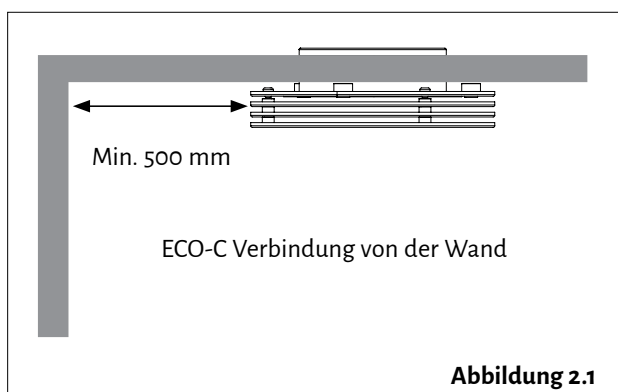

Abbildung 2.1
2. Der Mindestabstand der Anschlussvorrichtung von der Wand beträgt 0,5 m (siehe Abb. 2.1). Montieren Sie die Anschlussvorrichtung in einer Mindesthöhe von 1,8 m. Vergewissern Sie sich, dass Kinder das Gerät nicht erreichen.
3. Entfernen Sie das Gitter (2) vom Korpus. Entfernen Sie die drei Befestigungsschrauben (3) und ziehen Sie das Gitter vom Korpus (1) ab.